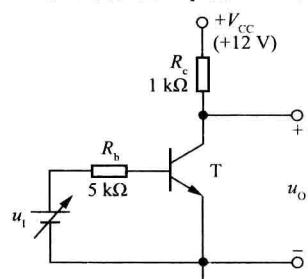

图 1.19
1.10 电路如图 1.19 所示，晶体管导通时  $U_{BE} = 0.7 \text{ V}$ ,  $\beta = 50$ 。试分析  $u_i$  为 0 V、1 V、3 V 三种情况下 T 的工作状态及输出电压  $u_o$  的值。